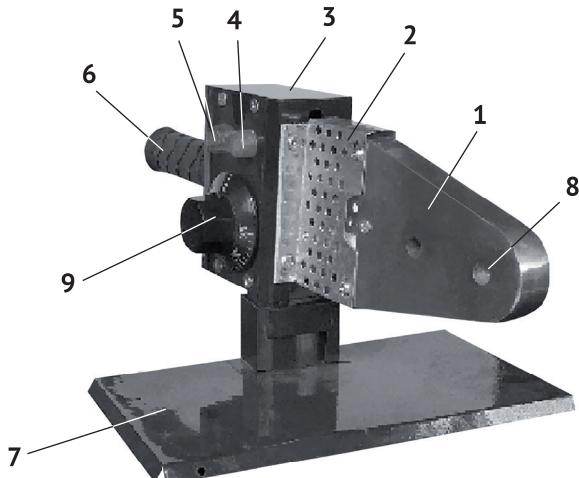

рис. 1
1.8 Общий вид представлен на рис. 1
1.9 В металлическом корпусе (рис.1 поз.3) расположены термостат и разводка проводов подключения нагревательного элемента и индикаторов. Между радиатором (рис.1 поз.2) и корпусом расположена текстолитовая прокладка, предохраняющая корпус от нагрева. Поворотом ручки термостата (рис.1 поз.9) по часовой стрелке аппарат включается (с характерным щелчком) и выставляет нужная для сварки температура. Термостат поддерживает (в интервале от 0 до 300 °C) выставленную температуру в автоматическом режиме.
3.2 Выберите из набора парные насадки, подходящие по размеру свариваемой трубы и фитингу и закрепите их в отверстии (рис.1 поз.8) на нагревательном элементе. Поверхность тефлоновых насадок должна быть чистой.
4.1 Включите аппарат в сеть. При подключении высветится индикатор (рис.1 поз.4) зелёным цветом, информирующий о включении.
4.2 Повернув по часовой стрелке ручку термостата (рис.1 поз.9) включите аппарат и установите (по шкале) необходимую температуру, указанную изготавителем труб. При этом высветиться красным цветом индикатор нагрева (рис.1 поз.5).
4.3 Для достижения установленной термостатом температуры нагревательного элемента (рис.1 поз.1) и насадок требуется некоторое время. При достижении рабочей температуры, индикатор (рис.1 поз.5) погас, можно приступать к сварке.
Корректировку температуры производите установкой рукоятки терmostата (рис.1 поз.9).